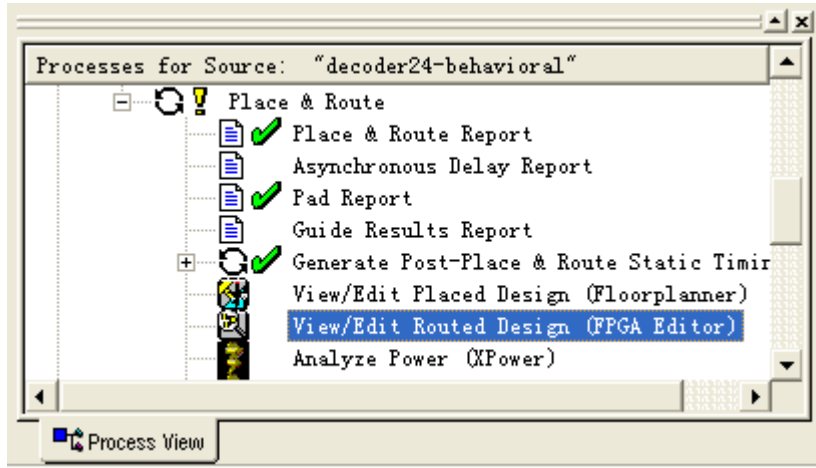
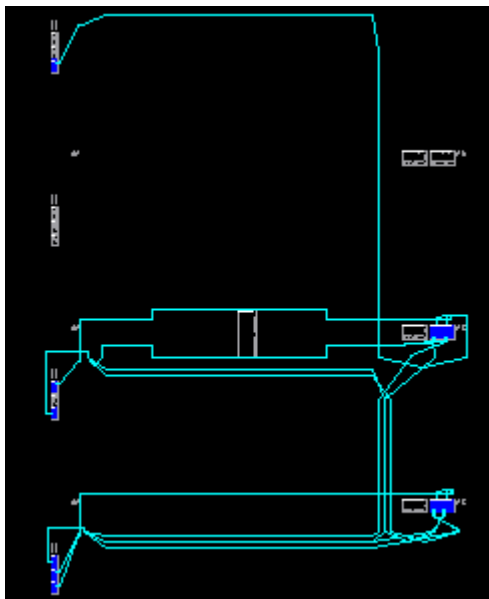

图 10-2-11 当前文件的可用进程
图 10-2-12 布线最终结果
10、 双击如图 10-2-11 所示窗口中的 View/Edit Routed Design (FPGA Editor), 可以看到如图 10-2-12 所示的最终布线结果;